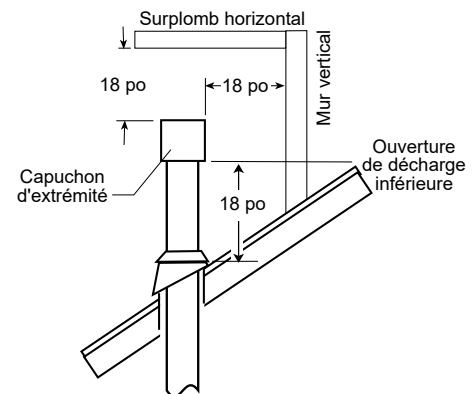

Figure 6.5.
**Dégagement de la borne de l'évent :** En aucun cas, une ouverture de décharge sur le bouchon ne doit être inférieure à 18 po (457 mm) horizontalement de la surface du toit. Voir la figure 6.5.
- Un capuchon de raccordement horizontal doit maintenir un dégagement de 3 po par rapport à toute saillie combustible aérienne de 2 1/2 po ou moins. Il doit également maintenir un dégagement de 12 pouces par rapport aux projections qui dépassent 2 1/2 pouces. Voir la figure 6.5.